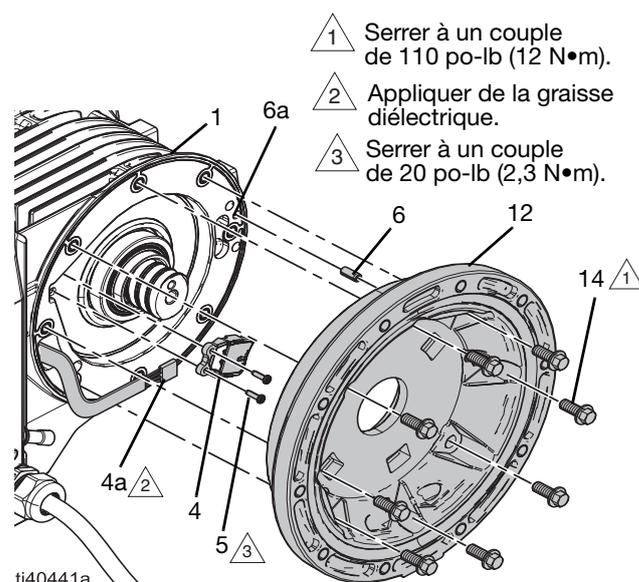
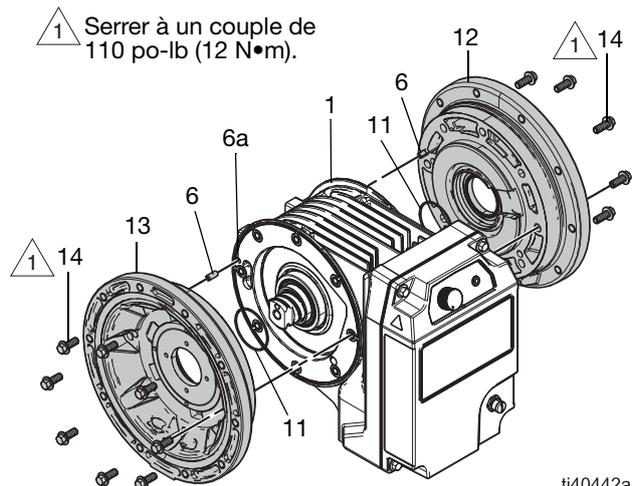

FIG. 12 : Capteur du moteur
FIG. 13 : Section centrale, côté charge
Voir FIG. 12.
Voir FIG. 12 et FIG. 13.
2. Installer avec précaution le capuchon du stator côté capteur (12) :
- a. Installer le joint (11) dans le capuchon du stator (12).
- b. Aligner la broche (6) du capuchon du stator (12) avec le trou de la broche (6a) sur le boîtier du stator (1) et insérer délicatement le capuchon du stator (12). S'assurer que le capuchon du stator est correctement mis en place. Voir FIG. 12.
Voir FIG. 12 et FIG. 14.
4. Installer le joint (47) sur le moyeu (8).
5. Installer l'autre joint (11) sur le moyeu (8).
6. Installer l'écrou de précharge et le moyeu (9, 8) sur le capuchon côté charge (13) :
- a. Appliquer de l'antigrippant sur les filets du moyeu (8).
- b. Visser le moyeu de précharge (8) sur le capuchon de stator côté charge (13). S'assurer que les rebords du moyeu de précharge (8) sont orientés vers le centre du rotor (7).
- c. Faire tourner le moyeu (8) jusqu'à ce que le joint (47) touche l'alésage du capuchon (13).
- d. Installer le capuchon du stator côté charge (13) sur le boîtier du stator (1). Installer le joint (11) dans le capuchon du stator (13). Voir FIG. 13.
- e. Aligner la broche (6) du capuchon du stator (13) avec le trou de la broche (6a) sur le boîtier du stator (1) et insérer délicatement le capuchon du stator (13). S'assurer que le capuchon du stator est correctement mis en place. Voir FIG. 13.
- f. Installer les fixations (14) dans le capuchon du stator (13). Serrer à un couple de 110 po-lb (12 N•m). Voir les **Instructions de couples de serrage**, page 38.
- g. Insérer l'outil de montage du moyeu de précharge dans le moyeu de précharge (8).
- h. Utiliser une clé appropriée sur l'outil d'installation du moyeu de précharge (8) pour le serrer à un couple de 20 pi-lb (27 N•m)